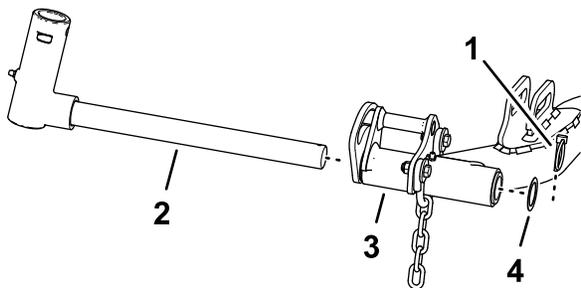

图 19
1. 拆下将轴轭固定至提升臂的保险销和垫圈将轴滑出提升臂 图 19。